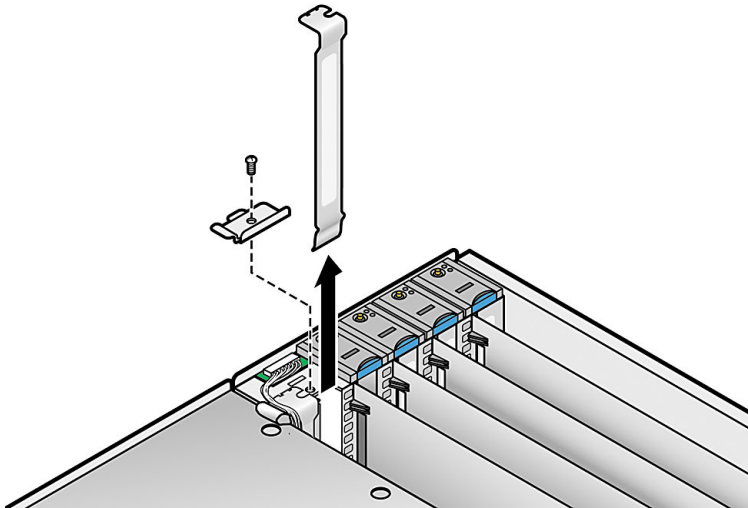

图 4-6 在不具有 MRL 的垂直插槽中拆除或安装垂直 PCI 卡
- 如果要替换的卡不是位于具有 MRL 的插槽中，请从插槽中拆除固定螺钉和固定支架（请参见图 4-6）。